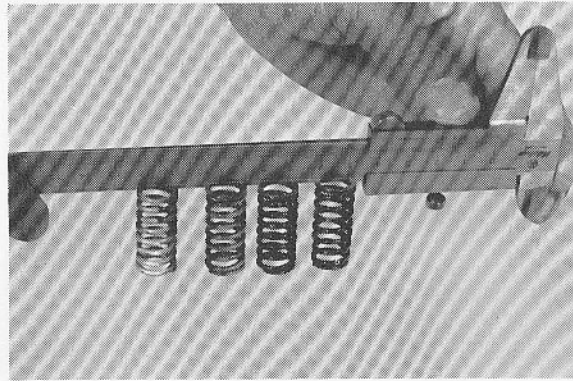

Fig. 3-3-27
10. Stack the clutch spring set on a level surface. Rotate each spring until all are at approximately the same vertical angle and maximum apparent height. Place straight edge across set. If any spring exceeds tolerance, replace that spring. (Fig. 3-3-27)
10. Poser le jeu de ressorts d'embrayage sur une surface de niveau. Faire tourner chaque ressort jusqu'à ce que tous soient à environ le même angle vertical et hauteur apparente maximum. Placer une règle droite sur le bord du jeu. Si un des ressorts dépasse la tolérance, remplacer ce ressort. (Fig. 3-3-27)